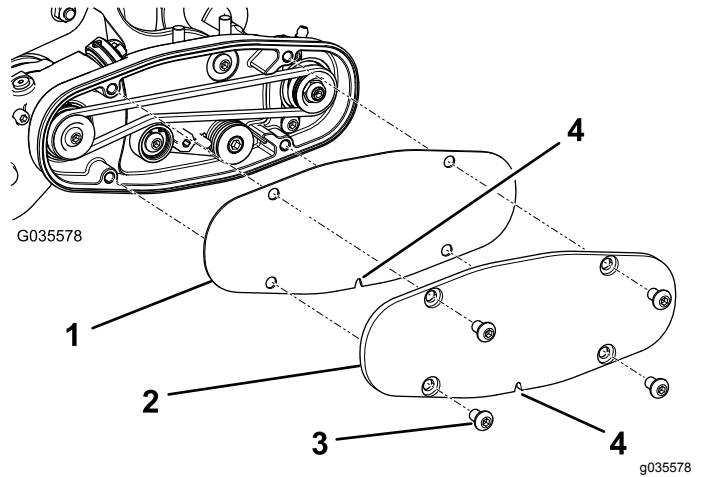

Figura 15
3. Alinee la cubierta de la correa con los taladros de montaje y sujete la tapa con 4 pernos (Figura 15).